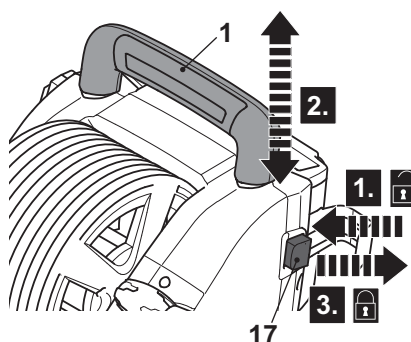

Fig. 19
1. Presione el botón de bloqueo (17) para desbloquear el asa de transporte (1) (Fig. 19, paso 1).
2. Mueva el asa de transporte (1) a la posición deseada (posición alta / baja) (paso 2).